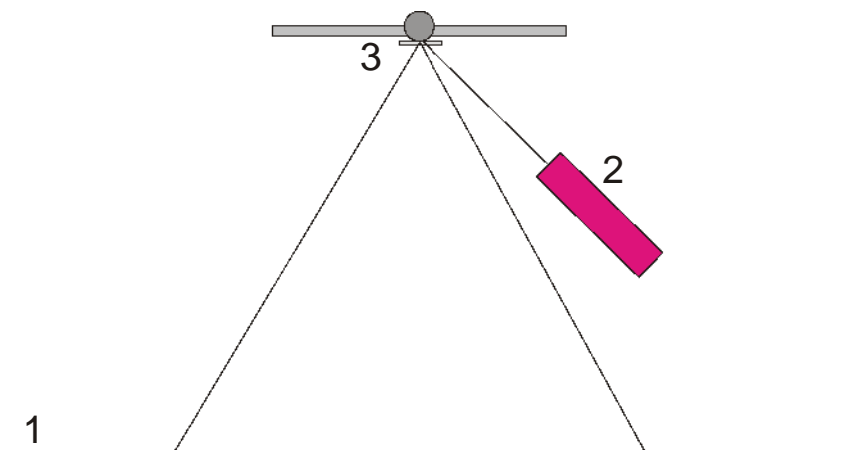

Fig. 5 Montaje del índice óptico para el ajuste de la posición cero (1 Pared, 2 Láser, 3 Espejo)
- Se monta la balanza de torsión sobre una mesa de trabajo libre de sacudidas a unos 2 ó 3 m de una pared plana y se enlaza con el computador (ver Fig. 5).